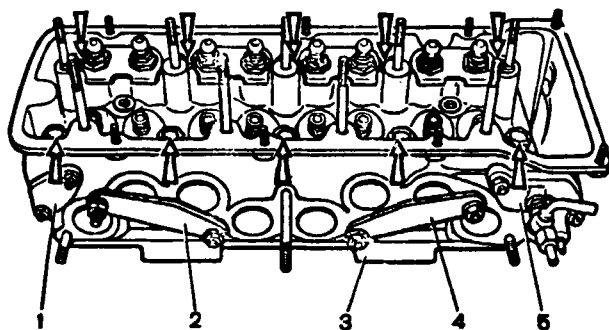

Рис. 2-51. Проверка герметичности головки цилиндров на приспособлении А.60334: 1, 2, 4 - заглушки; 3 - плита приспособления; 5 - фланец со штуцером подвода воды
- установите на головке детали, входящие в комплект приспособления А.60334 (рис. 2-51);